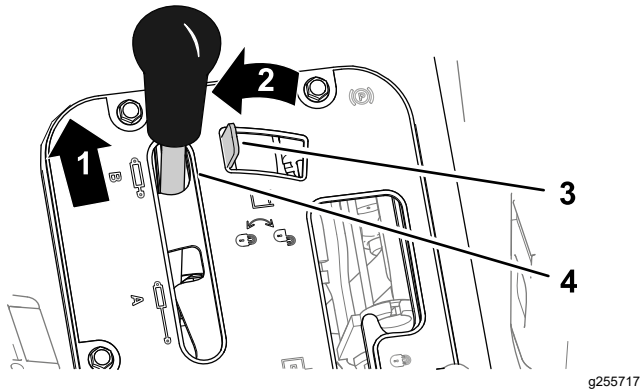
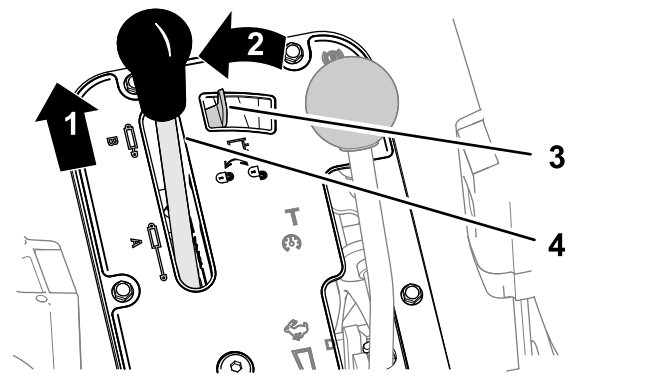

Figure 89
Figure 90
1. Poussez le levier de commande hydraulique vers l'avant (Figure 89 ou Figure 90).
2. Déplacez le dispositif de blocage de la commande hydraulique vers la gauche pour l'enclencher (Figure 89 ou Figure 90).